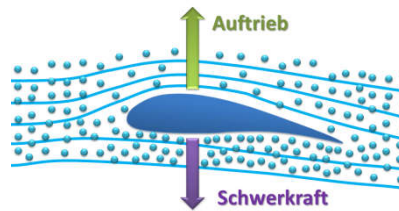
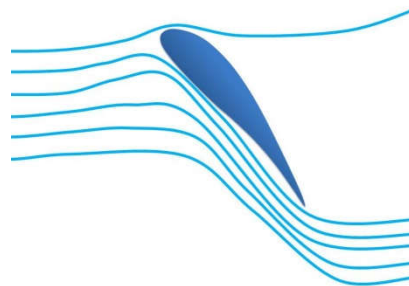

Abb. 3: Stromlinien an einem Flügelprofil
Abb. 8: Stromlinien bei steilem Anstellwinkel
machen. In Abbildung 3 sieht man die Stromlinien an einem ein Flügelprofil.
- > Was passiert, wenn der Winkel zu steil nach oben oder unten gewählt wird? Und was würde das für ein Flugzeug bedeuten? (Schaut euch dazu auch Abb. 8 an und vergleicht sie mit Abb. 3)